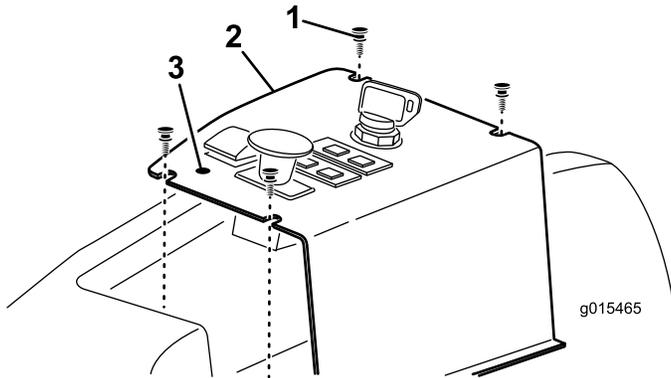

図 12
1. コントロールパネルについている昇降スイッチの前の部分を探ると、貼り付けてあるデカルの下にロックレバーを取り付けるための穴があるので、この穴を露出させる (図 12)。
2. コントロールパネルを機体に固定しているネジ4本を外す (図 12)。